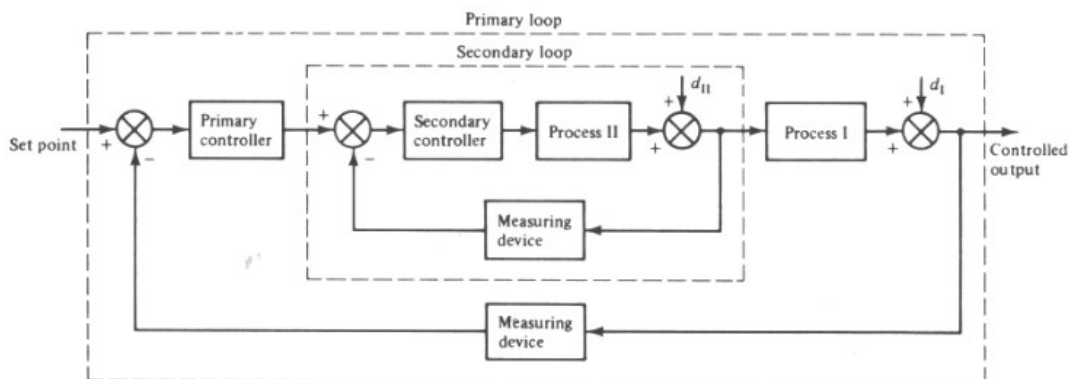

Figura 3. Control cascada.
- Control por cascada: Sistema de control donde la salida de un controlador feedback es el punto de control para otro controlador feedback, es decir, ambos controladores están relacionados entre sí, teniendo un lazo primario (que es el predominante) y uno secundario (ver **Figura 3**).